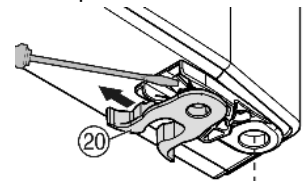

Fig. 8
- ▶ Premještanje opružne stezaljke Fig. 8 (20): Pritisnite osigurač prema dolje, prevucite opružnu stezaljku preko njega.
- ▶ Izvucite svornjak ležišta Fig. 8 (21) iz čahure vrata i premjestite ga zajedno s pločicom na suprotnu stranu. Osigurač mora gledati prema unutarnjoj strani vrata, a urez prema vanjskoj strani.
- ▶ Vrata dolje zakrenite prema unutra i umetnite svornjak ležišta Fig. 8 (21) u podložak ležišta. Svornjak ležišta po potrebi okrećite, kako bi se mogao uglaviti.